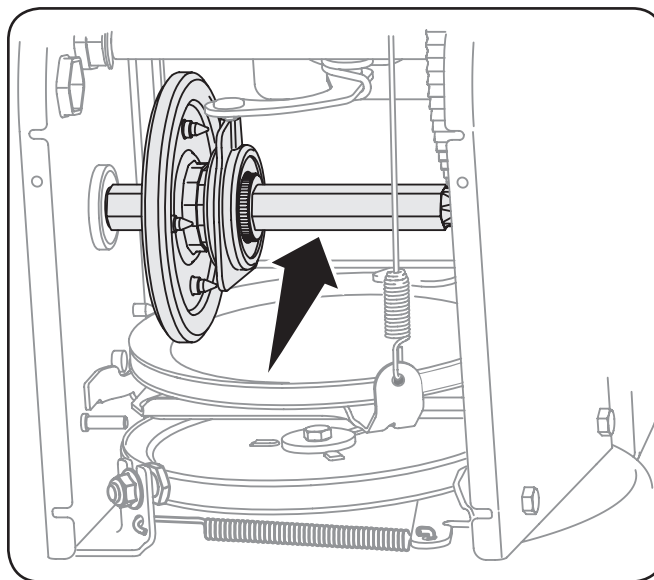

Figura 6-2
4. Aplique al eje hexagonal una capa ligera de NS-42B para antiagarrotamiento de grado normal. Consulte la Figura 6-2.